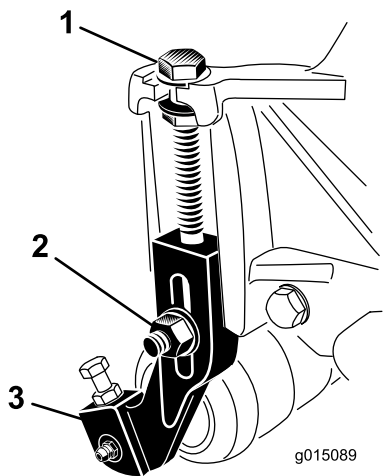

Figura 17
- 1. Desaperte as porcas de bloqueio que fixam os suportes da altura de corte às placas laterais da unidade de corte (Figura 17).